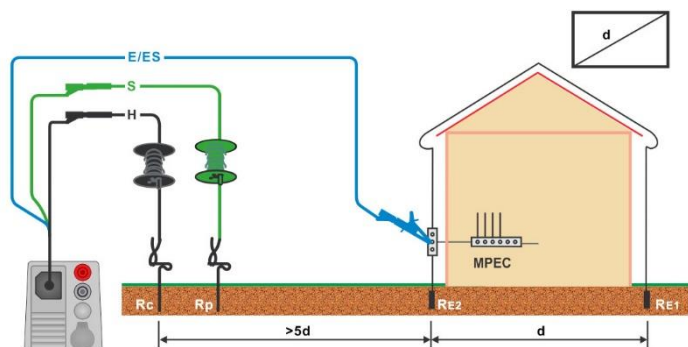

Abbildung 7.73: Erdungswiderstand, Erdungsmessung der Hauptinstallation und der Blitzschutzanlage
- › Schließen Sie den 3-adrigen Prüfleiter am Prüfobjekt an, siehe **Abbildung 7.73**.